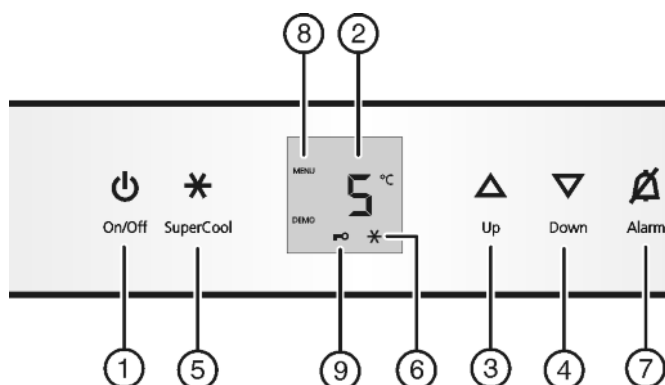

Fig. 2
- ▶ Taste On/Off *Fig. 2 (1)* drücken.
- ▶ Einstellmodus aktivieren: Taste SuperCool *Fig. 2 (5)* ca. 5 s drücken.
- ▷ Das Symbol Menu *Fig. 2 (8)* leuchtet.
- ▶ Die Taste SuperCool *Fig. 2 (5)* kurz drücken, um zu bestätigen.
- ▶ Zum Einschalten der Kindersicherung Taste SuperCool *Fig. 2 (5)* kurz drücken.
- ▷ Das Symbol Kindersicherung *Fig. 2 (9)* leuchtet. In der Anzeige blinkt **c**.
- ▶ Zum ausschalten der Kindersicherung Taste SuperCool *Fig. 2 (5)* kurz drücken.
- ▷ Das Symbol Kindersicherung *Fig. 2 (9)* erlischt. In der Anzeige blinkt **c**.
- ▶ Einstellmodus deaktivieren: Taste On/Off *Fig. 2 (1)* drücken.
- ▶ Taste Alarm *Fig. 2 (7)* drücken.
- ▶ Temperatur wärmer einstellen: Einstelltaste Up *Fig. 2 (3)* drücken.
- ▶ Temperatur kälter einstellen: Einstelltaste Down *Fig. 2 (4)* drücken.
- ▶ Taste SuperCool *Fig. 2 (5)* kurz drücken.
- ▷ Das Symbol SuperCool *Fig. 2 (6)* leuchtet in der Anzeige.
- ▶ Taste SuperCool Fig. 2 (5) kurz drücken.
- ▷ Das Symbol SuperCool Fig. 2 (6) erlischt in der Anzeige.